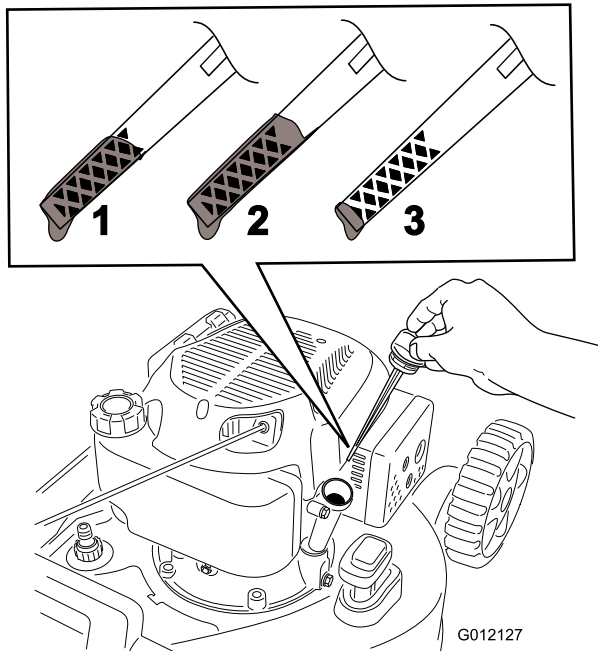

Bild 9
2. Ziehen Sie den Ölmeßstab heraus (Bild 9).
5. Nehmen Sie den Peilstab heraus und lesen Sie den Ölstand ab (Bild 9).